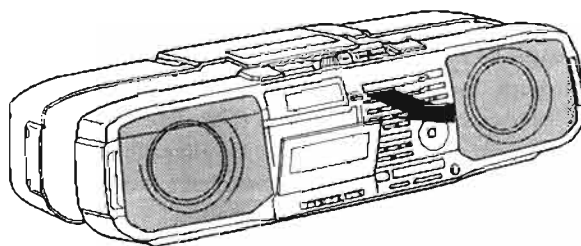

Abb. 2 Fig. 2
- Cassettenfachdeckel durch Drücken der Taste "EJECT" öffnen und Gehäusevorderteil in Pfeilrichtung (Abb. 2) abnehmen.
- Open cassette compartment lid by depressing the "Eject" button and remove the front cabinet in direction of the arrow (Fig. 2).